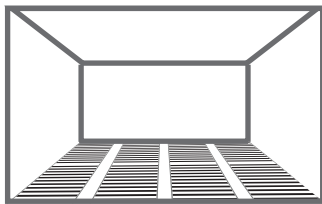

рис. 3 (расположение пленки)
8. Разложите листы термопленки на теплоотражающий материал (рис. 3).